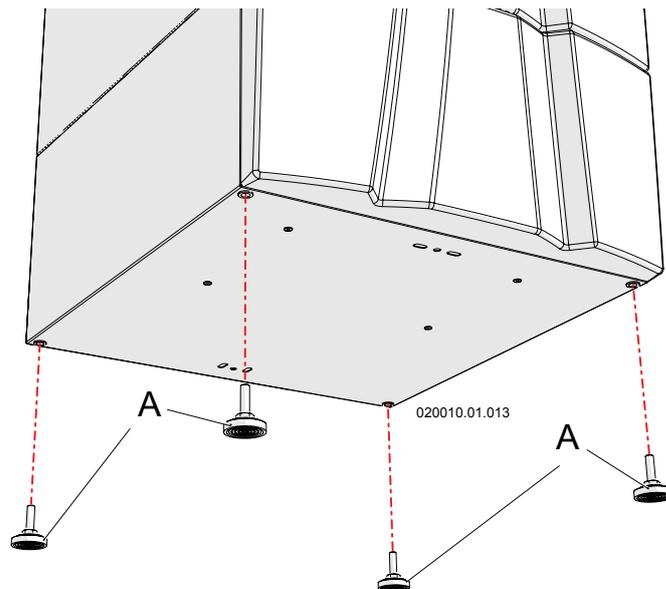

Figura 5-6 - Piedini regolabili
- 3.- installare i piedi regolabili "A" per il livellamento dell'apparecchio come da Figura 5-6;